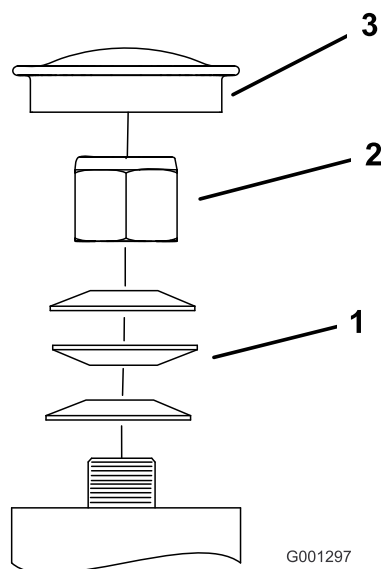

Figure 47
3. Déposez le couvre-moyeu de la roue pivotante et serrez le contre-écrou (Figure 47).
4. Continuez de serrer le contre-écrou jusqu'à ce que les rondelles élastiques soient aplaties, puis desserrez-le d'un quart de tour pour obtenir la précharge correcte des roulements (Figure 47).
Important: Veillez à placer les rondelles élastiques correctement, comme montré à la Figure 47.
5. Reposez le couvre-moyeu (Figure 47).